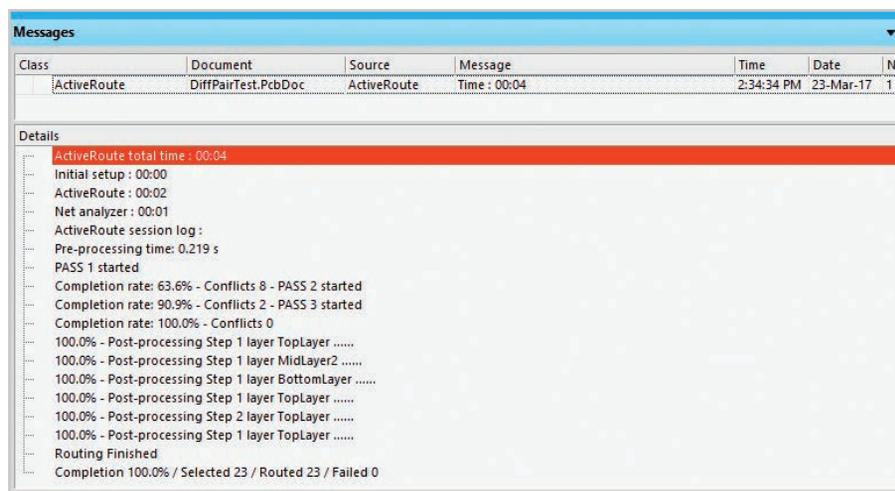

Рис. 1. Панель сообщений «Messages»
- новую панель сообщений «Messages» (см. рис. 1). Информация, отображаемая на панели, стала более подробной и понятной.